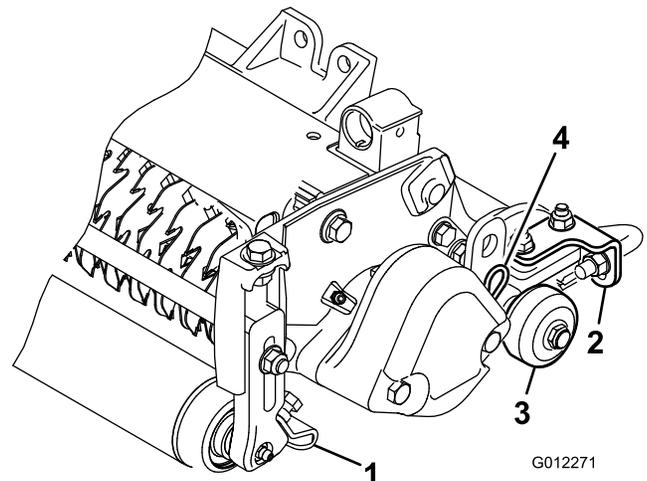

Bild 6
1. Lösen Sie die Bundmutter, mit denen die Rollenabstreifer befestigt sind (Bild 6).
Bevor Sie den Vertikutierer auf den Werkstattboden absenken oder von der Zugmaschine entladen, senken Sie die Transportrollen (Bild 6) ab, damit die Messer nicht mit der befestigten Oberfläche in Berührung kommen.
Der Vertikutierer kann an jeder der drei Stellen an der Zugmaschine montiert werden. In Bild 6 wird die Ausrichtung des hydraulischen Antriebsmotors für jede Stelle dargestellt. An allen Stellen, an denen der Motor am rechten Ende des Vertikutierers montiert werden muss, müssen Sie ein Gegengewicht am linken Ende des Vertikutierers installieren. An Stellen, an denen der Motor am linken Ende montiert werden muss, müssen Sie ein Gegengewicht am rechten Ende des Vertikutierers installieren.